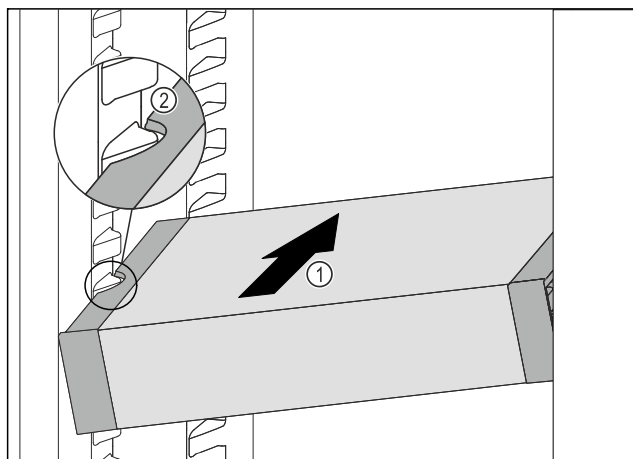

Fig. 75
- VarioSafe zasúvajte šikmo do chladničky Fig. 75 (1), kým sa bočné vybrania Fig. 75 (2) VarioSafe nebudú nachádzať vo výške rebra nádoby v chladničke.